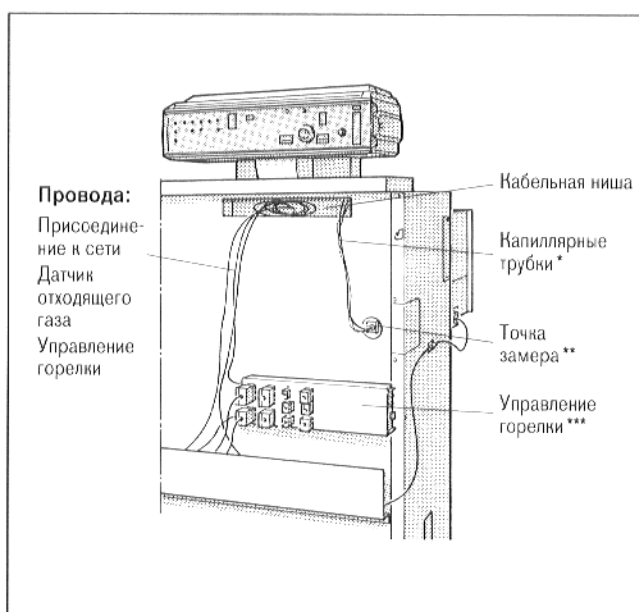

Рис. 38 – передняя сторона котла со снятой передней стенкой
- Вставить датчик температуры до упора в погружную гильзу (точка замера) (см. рис. 38). При этом пластмассовая спираль автоматически отходит назад. Компенсационная пружина также должна быть вставлена в погружную гильзу.